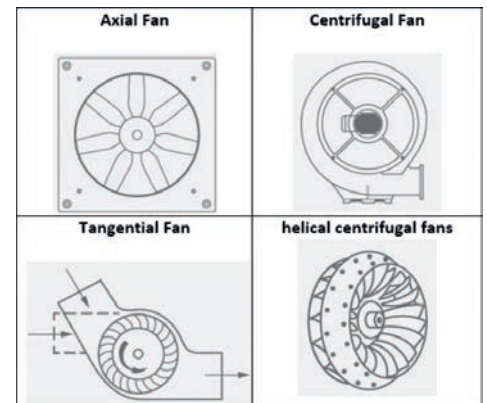

Bild 1: Lüftertypen nach Richtung des Luftstroms
- spiralförmige Radiallüfter (die Schaufeln im Laufrad sind nicht gerade wie bei herkömmlichen Radiallüftern, sondern haben eine spiral- oder schraubenförmige Struktur; so erzeugen sie einen Luftstromweg, der zwischen dem eines Axial- und dem eines Radiallüfters liegt (Bild 1)).